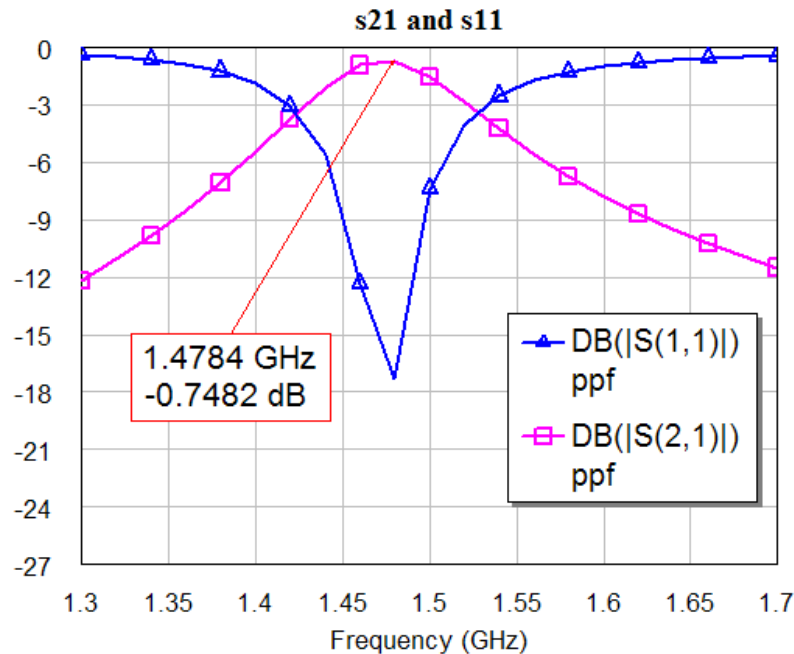

Рис. 2.8. Результаты моделирования фильтра
5.4.1. Для этого выбрать команду «Analyze» в меню «Simulate». График с расчетными характеристиками появится на экране (см. рис. 2.8).